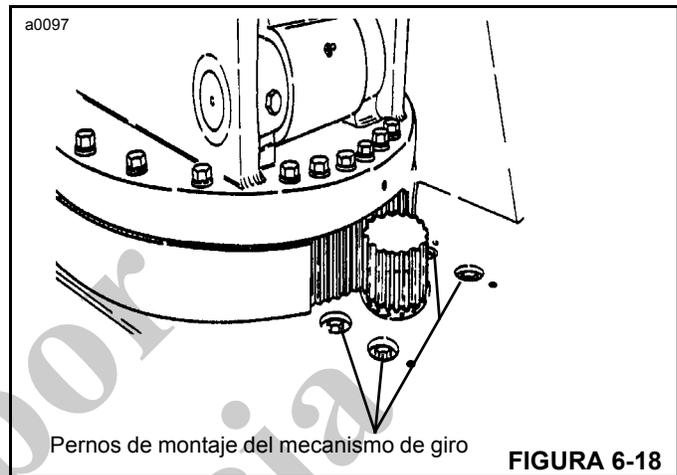

FIGURA 6-18
Apriete los pernos de montaje de 12 mm (4) del mecanismo a 110 Nm (81 lb-pie). Consulte la Figura 6-18. Si los pernos están flojos, revise el juego entre dientes de los engranajes.